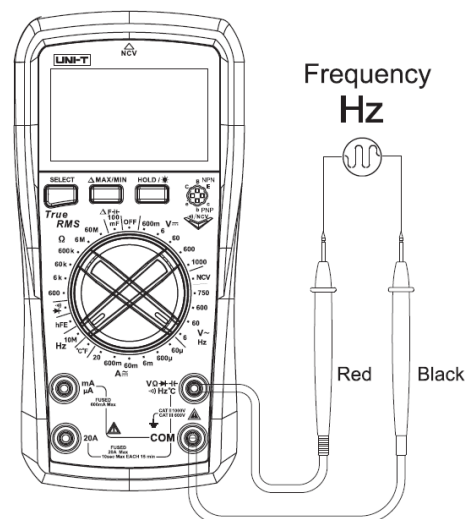

Рисунок 9
**9. Измерение частоты (Рис.9)**